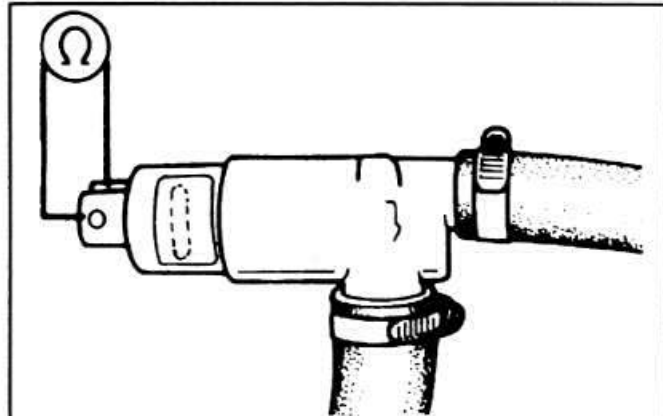

Рис. 1-39. Проверка сопротивления регулятора холодного хода
- Выключить зажигание, разъединить разъем регулятора, присоединить омметр к выводам колодки регулятора (рис. 1-39) и проверить сопротивление по омметру, которое должно быть в пределах 6-10 Ом.